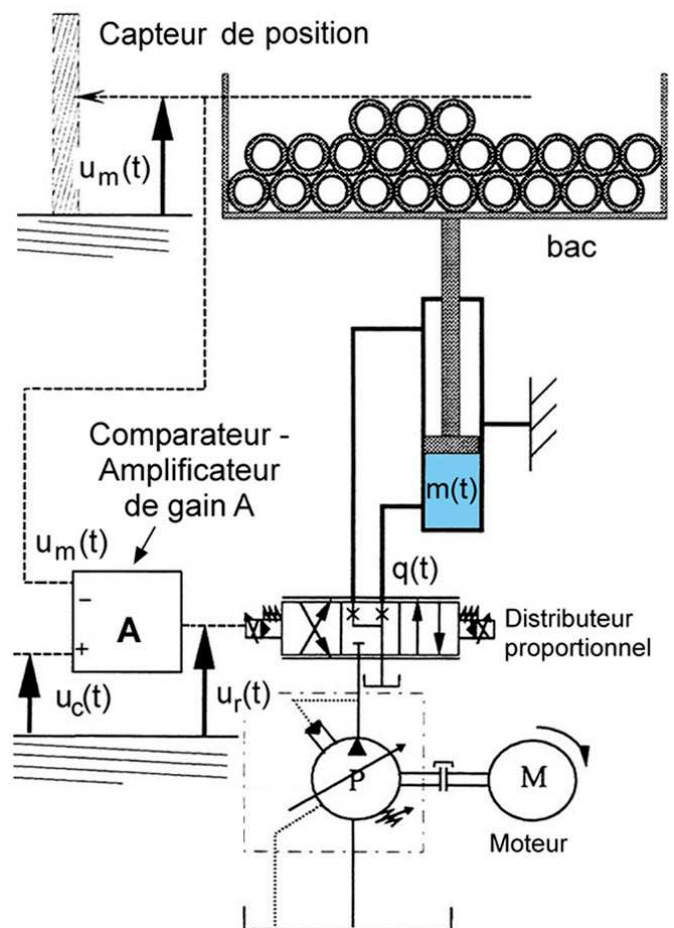

Figure 2
4. Pour boucler le système, le signal de commande  $U_r(p)$  est élaboré grâce à un comparateur-amplificateur de gain  $A$  (voir **figure 2**). Dessiner le schéma-blocs du nouvel asservissement.